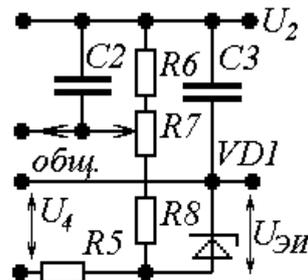

Рис.23. Вариант 2
$$U_4 \geq 1.5U_{ЭИ}, \text{ для рис. 23, 24.} \quad (83)$$
$$R_5 \leq \frac{U_4 - U_{ЭИ}}{I_{cm1min} + I_{ДН}}, \text{ для рис. 23, 24.} \quad (22)$$
$$U_{\text{ЭИ}} = 5...15 \text{ В, для рис. 23, 24.} \quad (46)$$
$$\gamma_p = \frac{U_{\text{ЭИ}}}{U_{2\text{ном}} + U_{\text{ЭИ}}}, \text{ для рис. 23, 24.} \quad (48)$$
$$R_{\text{ДН}} \leq \frac{U_{2\text{ном}} + U_{\text{ЭИ}}}{50I_{Y \text{ max}}}, \text{ для рис. 23, 24.} \quad (50)$$
$$I_{ДН} = \frac{U_{2ном} + U_{ЭИ}}{R_6 + R_7 + R_8}, \text{ для рис. 23, 24.} \quad (60)$$